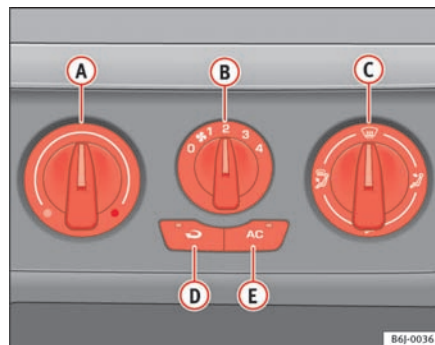

Fig. 97 I instrumentpanelet: betjeningselamenter til airconditionanlæg
- Afbryd airconditionanlægget med knappen ⇒ fig. 97  (kontrollampen i knappen slukker).
- Drej på kontakten til regulering af temperaturen ① for at indstille den ønskede kabinetemperatur.
- Ved hjælp af kontakten til luftfordeling ③ kan luftstrømmen indstilles til den ønskede retning:  (til forruden),  (til overkroppen),  (til fødderne) og  (til forruden og fødderne).
Recirkulationsfunktionen $\Rightarrow$ side 124, fig. 97  (der lyser en kontrollampe i knappen) forhindrer, at der trænger ubehagelig lugt ind i kabinen udefra, fx når du kører gennem en tunnel eller holder i kø.